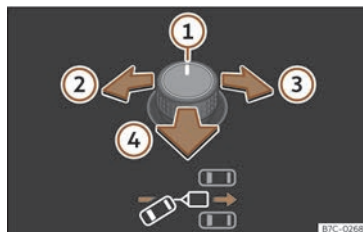
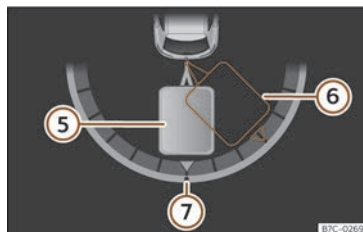

Fig. 157 Comandament giratori dels retrovisors exteriors: ajustar l'angle del remolc.
Fig. 158 Pantalla del quadre d'instruments: fer marxa enrere.
Llegenda de la >>> **fig. 157**, >>> **fig. 158**:
- Basculeu el comandament giratori fins arribar a la direcció desitjada >>> **fig. 157**. A la pantalla del quadre d'instruments apareix a manera d'orientació una representació del conjunt vehicle tractor i remolc en la posició actual >>> **fig. 158**.